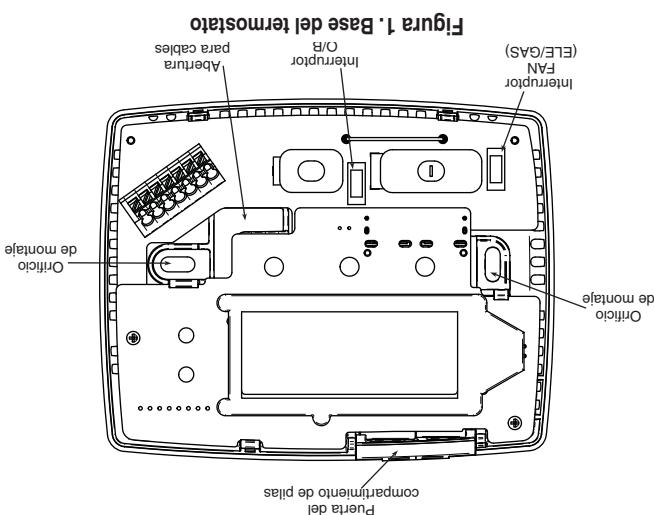

Figura 1. Base del termostato
Para Auxiliar sistemas de calor de emergencia que cuentan con un control de ventilador para encender el soplador (independiente del termostato), coloque el interruptor FAN (EL/E/Gas), (figura 1) en la posición ON.
11. Empuje que sobresale hacia el interior de la parte inferior del termostato (como se ilustra en la figura 1) como si lo hicieras con una aguja de agujado de agujado.